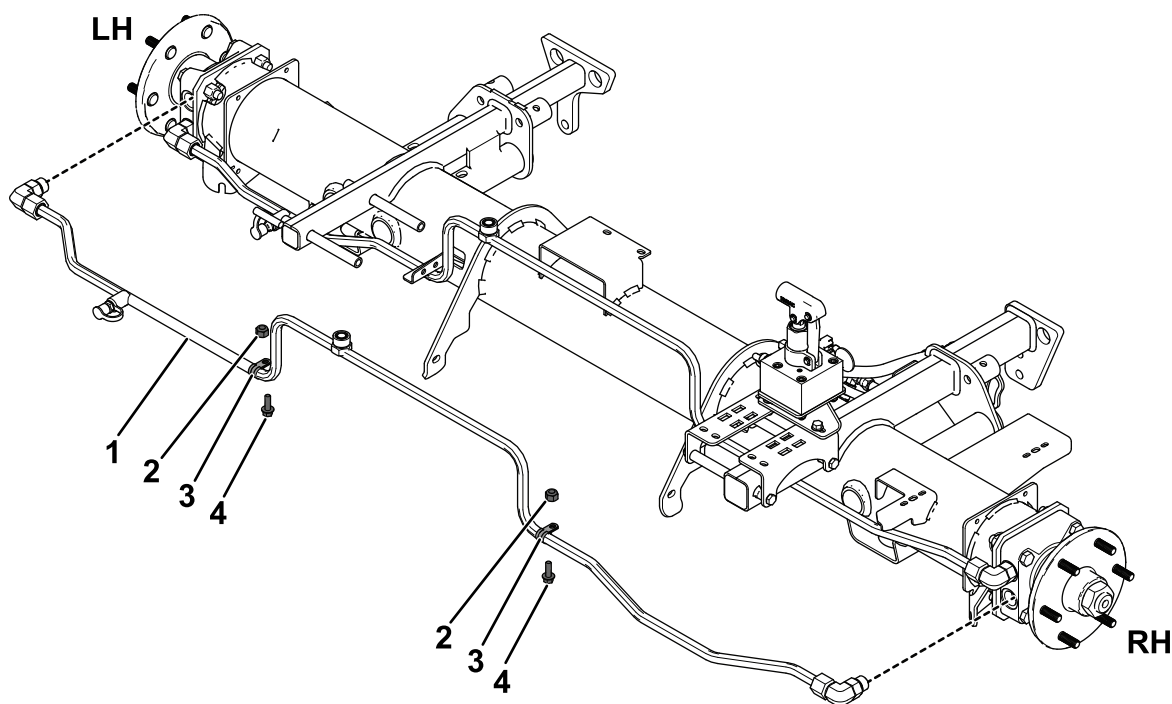

Figura 11
3. Desconecte el tubo hidráulico del acoplamiento superior del motor de rueda delantero izquierdo y del acoplamiento inferior del motor de rueda delantero derecho (Figura 11).
4. Retire las abrazaderas en R que sujetan el tubo al bastidor (Figura 11).